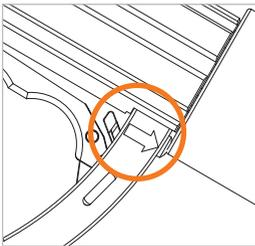

Abbildung 22
- ▶ Ziehen Sie den Verriegelungshebel (Pos. 5) in Pfeilrichtung zurück (Abbildung 22), um den Verriegelungsmechanismus zu lösen und den Betätigungshebel in die OFF-Stellung zu bringen.